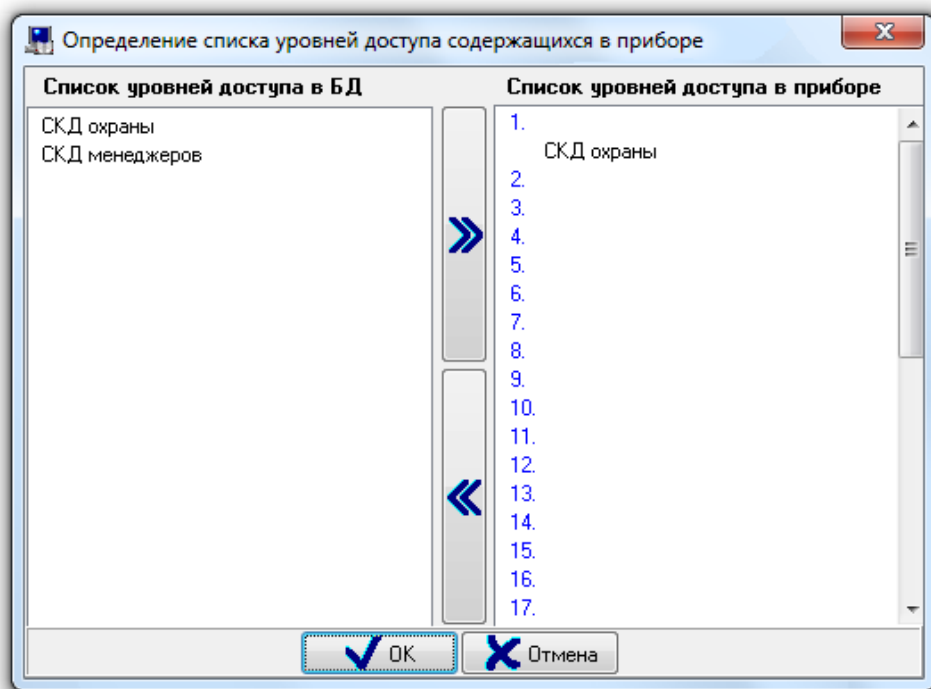

Рисунок 6-905 Диалоговое окно "Определение списка уровней доступа, содержащихся в приборе"
- В появившемся диалоговом окне «Определение списка уровней доступа, содержащихся в приборе» произвести необходимые действия по записи уровней доступа (см. Рисунок 6-905). В диалоговом окне «Определение списка уровней доступа, содержащихся в приборе» слева отображается список уровней доступа базы данных (которые должны храниться в приборе в соответствии с настройками базы данных), а справа уровни доступа, хранящиеся в приборе.